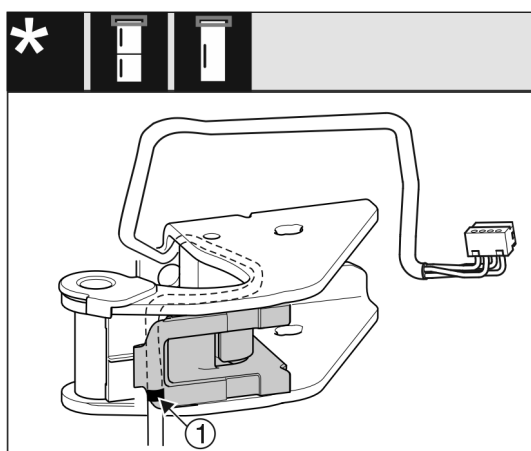

Fig. 28
- ▷ Srednja oznaka treba pritom biti na rubu držača kabela Fig. 28 (1).